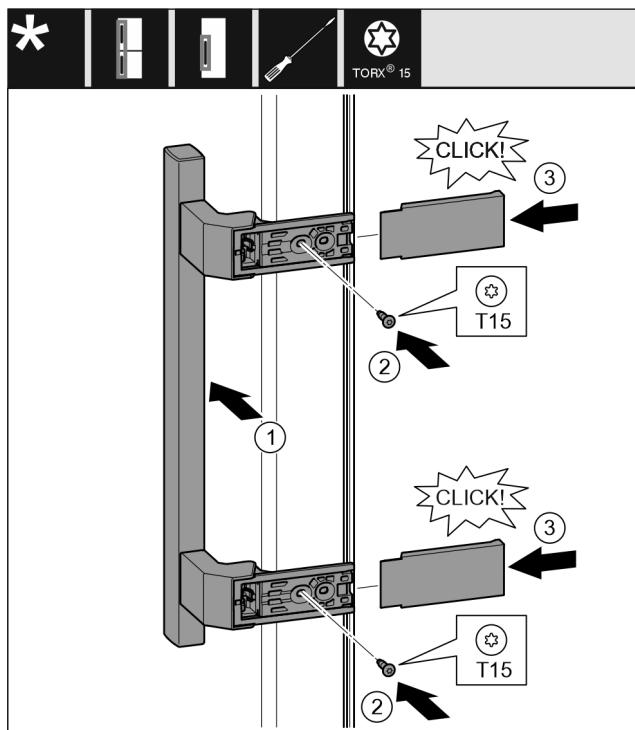

Fig. 20
- Postavite ručicu na suprotnoj strani. Fig. 20 (1)
- Odvijačem T15 čvrsto pritegnite vijke. Fig. 20 (2)
- Postavite pokrove bočno i nataknite ih. Fig. 20 (3)